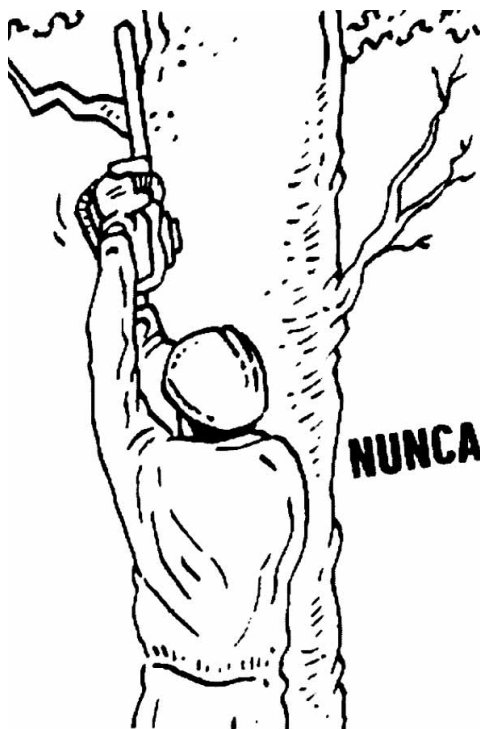

FIG. 045
- No cortar ni talar con la motosierra, todo aquello situado por encima del hombro. **FIG. 045**